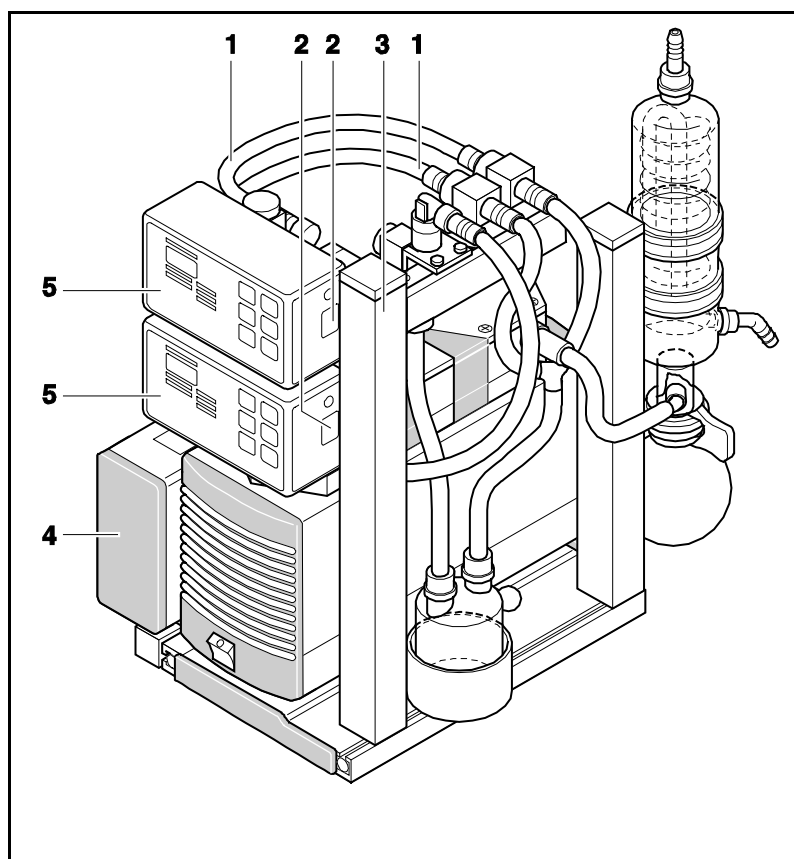

Fig. 8 : Contrôleur de vide (système représenté : LABOPORT SCC sur l'exemple de la pompe N 840.3 FT.18)
1. Pousser l'unité centrale (voir Fig. 8/4) dans le rail rainuré latéral de la plaque de base avec les deux écrous de serrage.
1. Pousser la partie de fixation de la potence (voir Fig. 8/3) dans le rail rainuré latéral de la plaque de base tourné vers le haut.